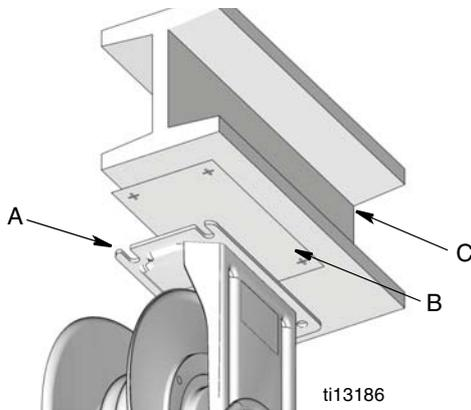

ABB. 8
1. Verwenden Sie die mitgelieferte Bohrschablone (B), um in den Doppel-T-Träger Löcher (C) zu bohren (ABB. 8).